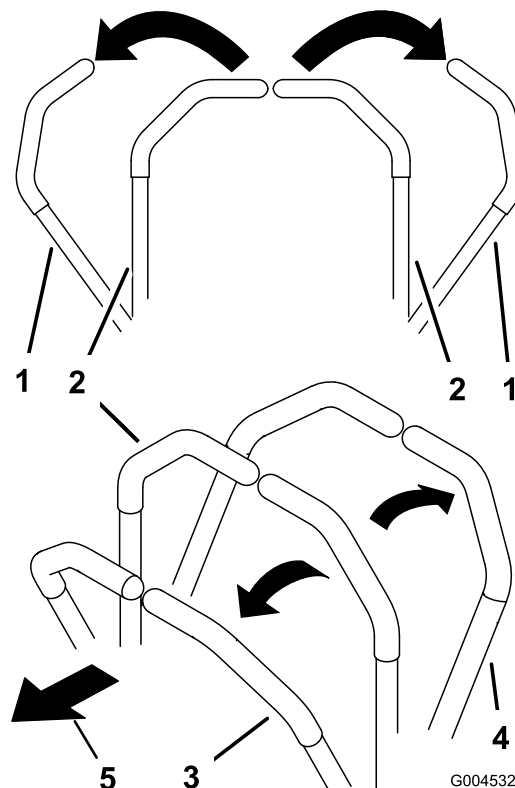

Figura 20
1. Desloque as alavancas de controlo do movimento (Figura 20) para fora para a posição de bloqueadas em ponto-morto.
- Para andar a direito para a frente empurre as alavancas de controlo do movimento para a frente (Figura 20).
- Para andar a direito para a frente puxe as alavancas de controlo do movimento para trás (Figura 20).
- Para ligar, desacelere a máquina puxando para trás ambas as alavancas e depois empurrando para a frente a alavanca do lado oposto da que quer virar (Figura 20).